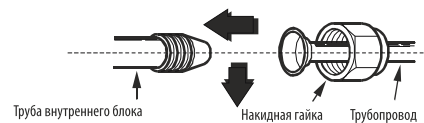

Рис. 51
- 1 Закрутите гайку руками, после чего затяните ее рожковым и динамометрическим ключами, как показано на рис. 51 и 52.
1. Открутив винт крепления, снимите крышку распределительной коробки наружного блока, как показано на рис. 51.